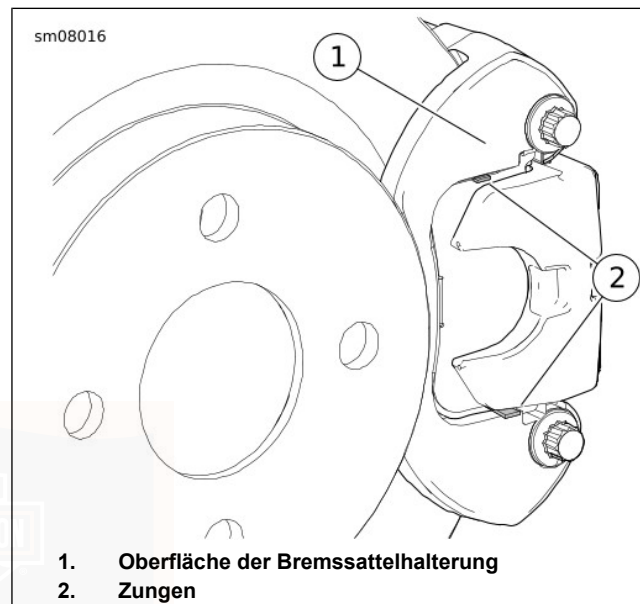

Abbildung 55. Prüfen des Hinterrad-Bremsbelags
3. Die hinteren Bremsbeläge haben Zungen, die den Verschleiß des Bremsbelags anzeigen. Die hinteren Bremsbeläge können durch Sichtprüfung auf Verschleiß geprüft werden, ohne dass die Hinterräder entfernt werden müssen. Siehe Abbildung 55. Die Enden der Zungen (2) mit der Oberfläche der Außenbord-Bremssattelhalterung (1) vergleichen. Befindet sich die Zunge auf gleicher Höhe oder unter der Oberfläche, so kontaktieren Sie einen Harley-Davidson-Händler.